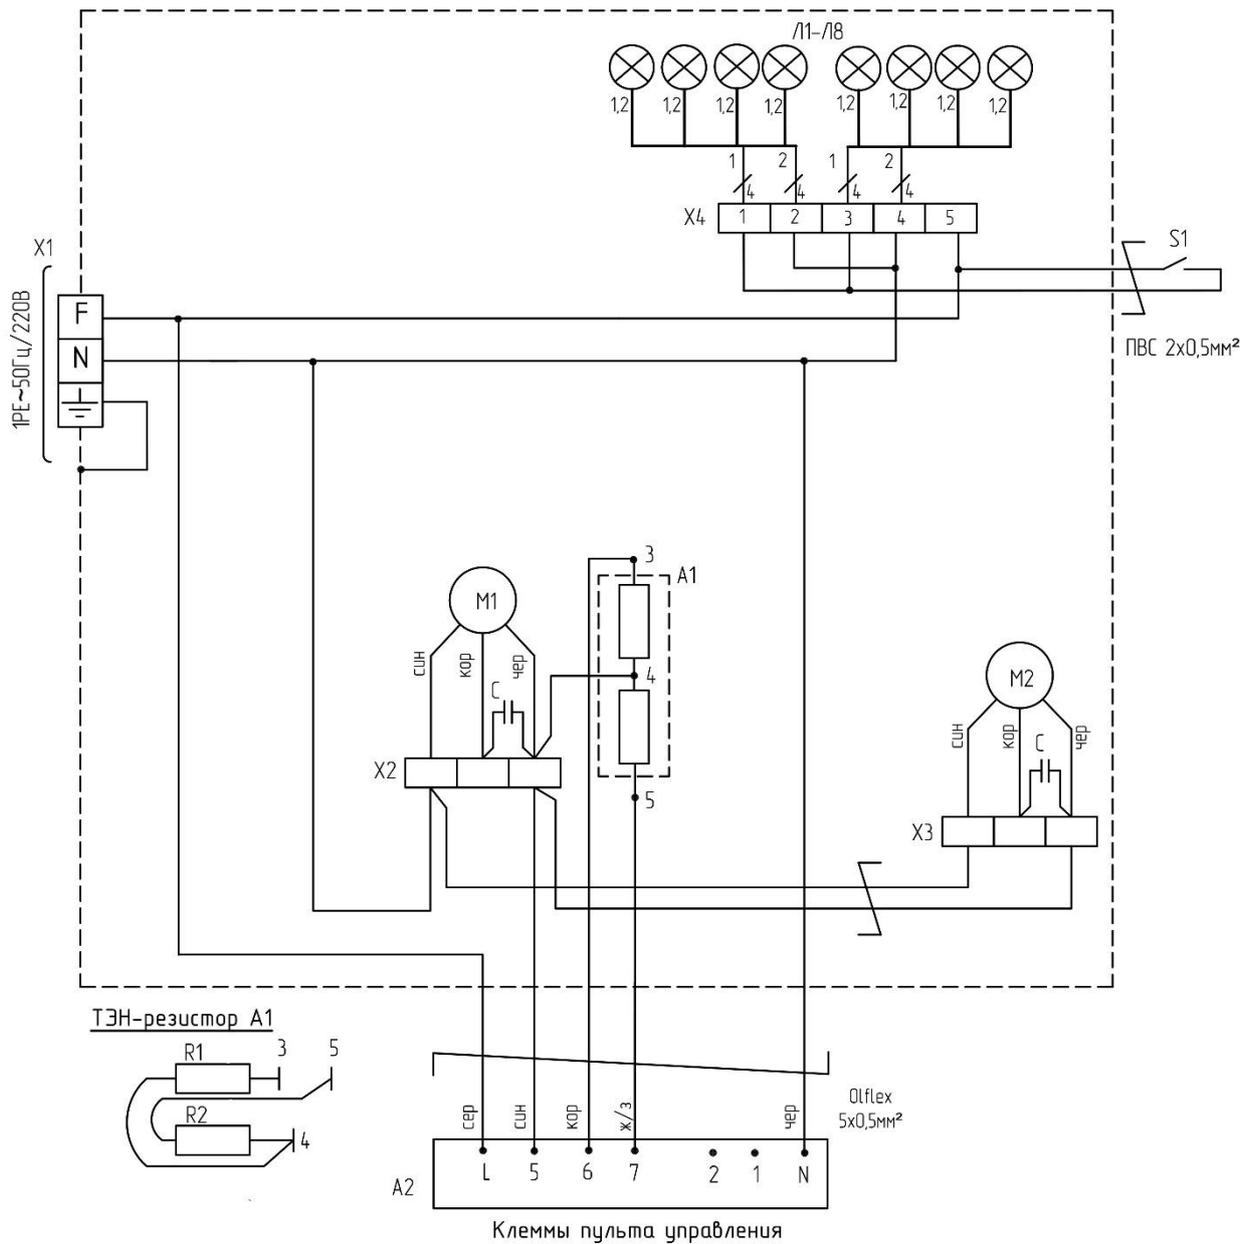

Рисунок 5-Назначение клемм пульта управления (IR03)
- Подключить пятижильный кабель к пульту управления в соответствии с цветовой или цифровой маркировкой проводов кабеля управления и клеммной колодки пульта (рисунок 5);